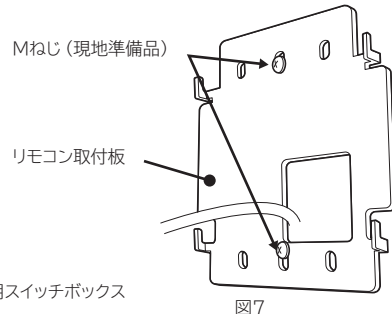

図7
- (3) リモコン取付板をスイッチボックスの取付ねじ穴に合わせ、Mねじ（現地準備品）で固定してください。（図7）